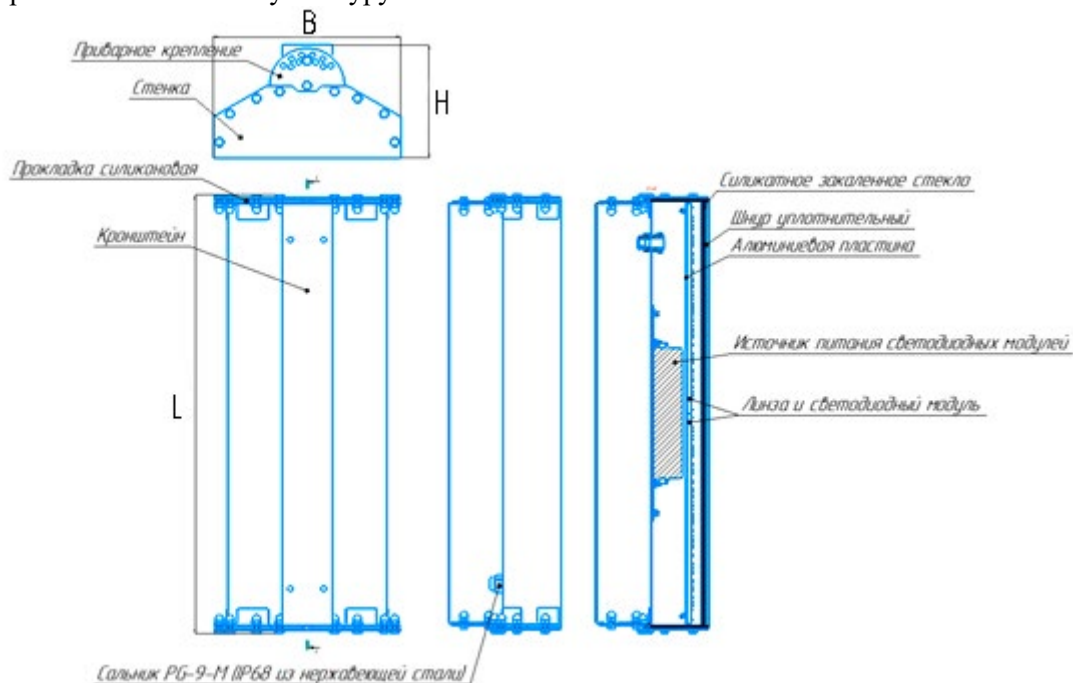

Рисунок 1 - Габаритные размеры светильника
На алюминиевой пластине (см. рис. 1) смонтирован светодиодный модуль и линза. Линза выполнена из ПК (поликарбонат), устанавливается поверх светодиодного модуля и фиксируется винтами по периметру, герметизация осуществляется силиконовым уплотнителем по периметру линзы. Источник питания для светодиодов, устанавливается внутри корпуса. Монтаж проводов выполнен внутри корпуса. Все функциональные элементы находятся внутри герметичного корпуса. Герметичность обеспечивается за счет корпуса стенок с силиконовыми прокладками которые плотно прижимаются ботами по контуру и силикатного закаленного стекла, которое уплотняется специальными силиконовыми шнурами относительно корпуса и с помощью нанесения силиконового герметика по внешнему контуру контакта стекла.
4. Подвести сетевые провода к колодке, подключить провода от светильника к клеммной колодке. Для подключения светильника к электрической сети необходимо подключить сетевой электропитающий кабель к электрическому кабелю светильника (см. рис. 1), соблюдая требования по цветовому подключению проводов: земля – желто-зеленый провод; фаза – коричневый (или иного цвета); ноль – синий.